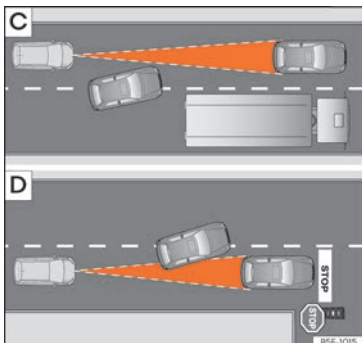

Abb. 156 [C] Fahrspurwechsel eines anderen Fahrzeugs. [D] Abbiegendes und weiteres stehendes Fahrzeug.
- Fahrzeuge, die in geringem Abstand auf die eigene Fahrspur wechseln » » **Abb. 156** [C].
ACC reagiert nicht auf stehende Fahrzeuge. Wenn z. B. ein von ACC erfasstes Fahrzeug abbiegt oder ausschert und sich vor diesem Fahrzeug ein stehendes Fahrzeug befindet, reagiert ACC nicht auf das stehende Fahrzeug » » **Abb. 156** [D].